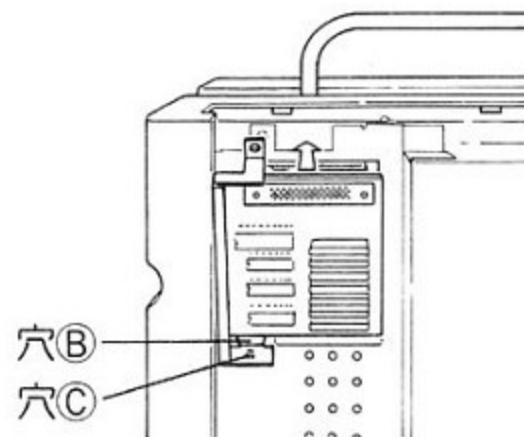

図3
②図2の穴Bに、増設RAMボードの金具ツメ部を入れ突起部を穴Cに合わせます。(図3)